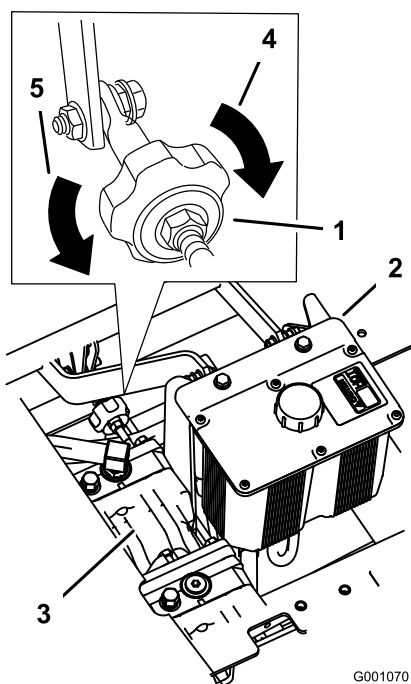

Figure 65
2. Réglez la longueur de la tige de pompe en tournant le bouton dans le sens voulu, jusqu'à ce que la roue soit immobilisée ou tourne légèrement en marche arrière (Figure 65).